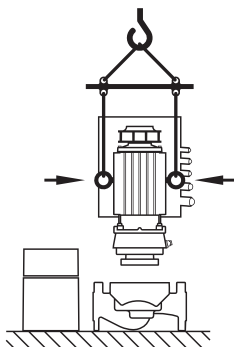

Fig. 25: Preprava nástrčného bloku
- Ak sa z príruby motora premiestňujú alebo budú premiestňovať prepravné oká a následne montovať na teleso motora, potom ich možno použiť len na prenos, resp. prepravu nástrčného bloku (Fig. 25), a nie na prepravu celého čerpadla, a ani na oddelenie nástrčného bloku od telesa čerpadla (je nutné dbať na predoslú demontáž a následnú montáž dištančných vložiek).